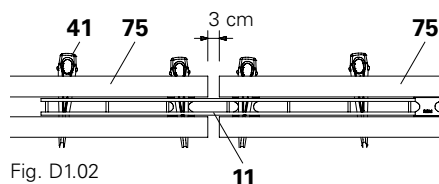

Fig. D1.02
Con giunzione VKZ (11) e cuneo KZ (41). La distanza tra i correnti in acciaio SRU (75) è di 3 cm. (Fig. D1.02)